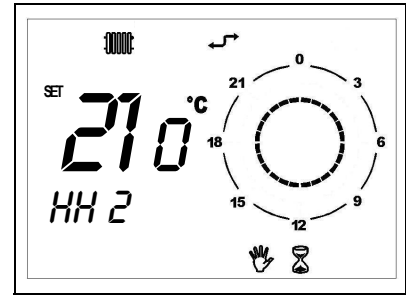

Figura 17
- Funzionamento **MANUALE TEMPORIZZATO (PARTY)**: segnalato dalla compresenza delle icone clessidra e manuale (vedi Figura 17).
- Durante l'intero periodo sul display sarà visibile il tempo rimanente allo scadere della funzione temporizzata (vedi Figura 17).